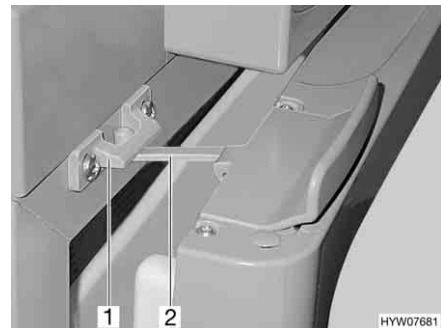

Bild 160 Kylskåpsdörr i ventilationsläge (Thetford)
■ För upp låset (Bild 160,2) och haka fast det i låsfästet (Bild 160,1). Därvid stannar kylskåpsdörren i öppet läge.